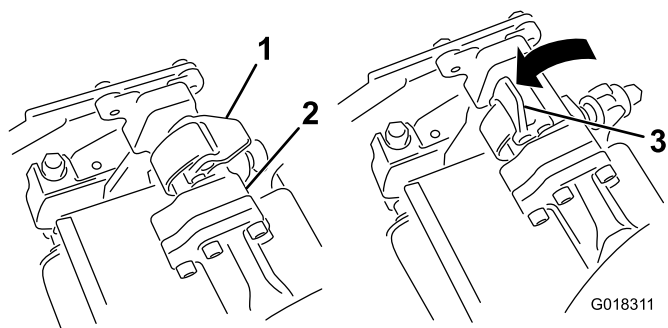
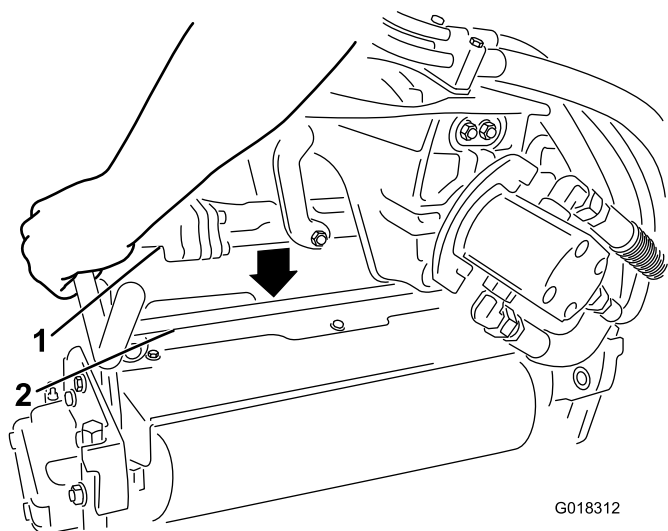

Figura 1
Figura 2
2. Con i fermi del braccio di sospensione in posizione Aperto (Open) (Figura 1), premete il braccio di sospensione verso il basso in modo che si inserisca nella barra della parte superiore dell'unità dell'arieggiatore (Figura 2).
3. Spostate i fermi in posizione chiusa (Closed) per bloccare l'unità dell'arieggiatore in posizione (Figura 1).